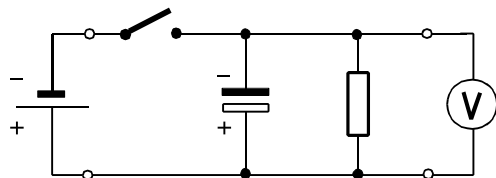

Abb.7: Schaltung zur Entladung eines Kondensators
3.1 Die Schaltung zur Entladung eines Kondensators ist auf der Schalttafel fertig aufgebaut (Abb.7). Wegen der besonderen Bauform des Kondensators (Elektrolytkondensator) muss auf die richtige Polarität geachtet werden.